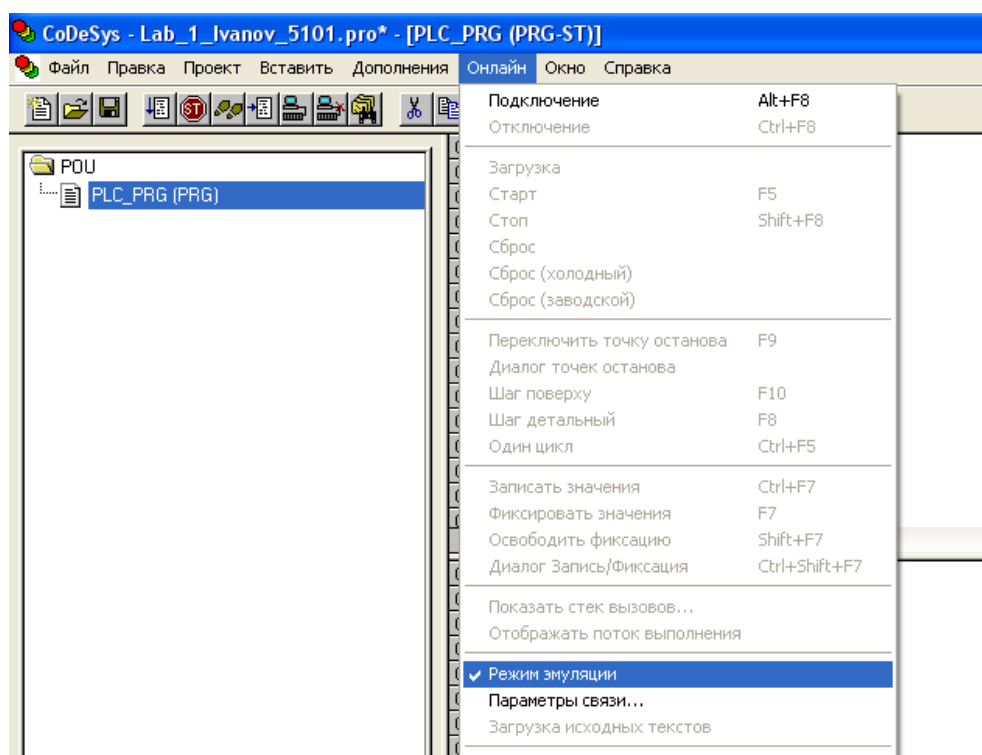

Рис. 15. Переход в режим эмуляции контроллера
1.7.1. Выбрать пункт меню **Онлайн – Режим эмуляции**, и включить флажок, как показано на рис. 15.